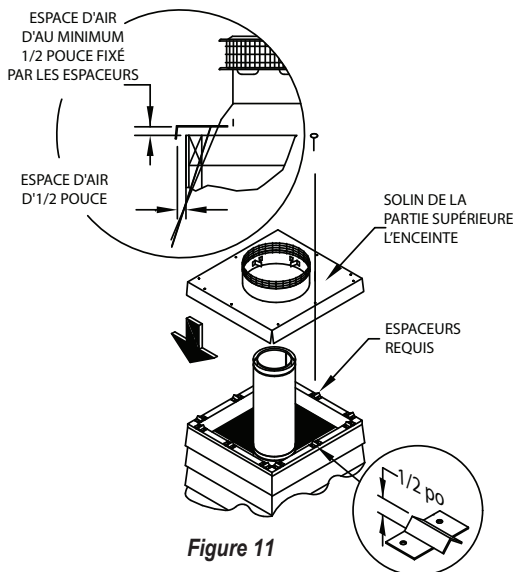

Figure 11
11. Installez les coupes radiation du toit : Le bouclier de toit radiant offre une protection pour les toits ou les pièces du châssis. **Remarque :** Les coupes radiation du toit ne permettent pas une réduction du dégagement aux combustibles. Le dégagement aux combustibles doit être d'au moins 2 pouces du tuyau de cheminée. Installez les coupes radiation du toit soit par-dessus l'enchâssure soit à l'endroit où la cheminée traverse le toit, selon celui qui se trouve au sommet de l'installation. Les boucliers de toit radiant sont construits avec une impasse pour espace d'air d'un demi-pouce plus loin que les solives. (Fig. 11). Les coins des coupes radiation du toit se chevauchent mutuellement afin de garantir qu'ils sont à la bonne place. Fixez les boucliers de toit radiant au-dessus des châssis en utilisant des vis ou des clous dans les coins (Fig. 11). Si la charpente est à une distance de la cheminée supérieure à 2 pouces, centrez la coupe radiation du toit à la cheminée sur la charpente et fixez à l'aide de vis ou de clous.